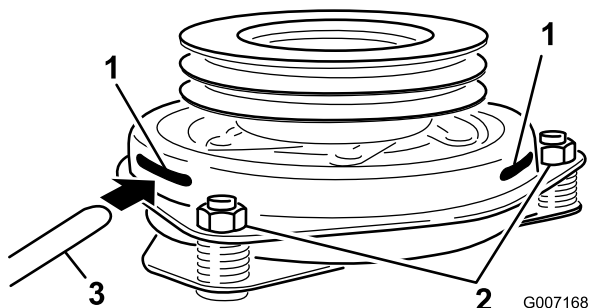

Bild 56
9. Stecken Sie eine 0,381 bis 0,533 mm Fühlerlehre durch einen Prüfschlitz in die Seite der Baugruppe. Stellen Sie sicher, dass die Lehre zwischen dem Anschlussstück und den Rotorabtrieboberflächen ist (Bild 56).
10. Ziehen Sie die Sicherungsmuttern fest, bis die Fühlerlehre etwas fest sitzt, jedoch leicht bewegt werden kann (Bild 56).